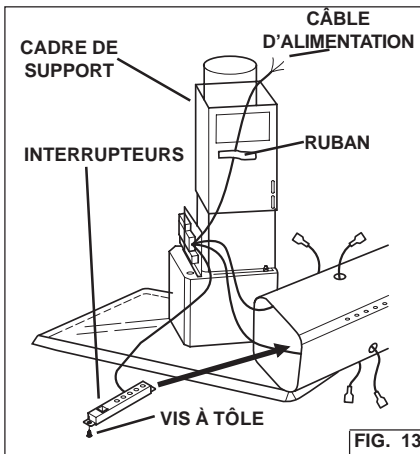

FIG. 13
6. Placez la partie inférieure du carneau décoratif à proximité du panneau du système électrique. Fig.13.
7. Assemblez l'interrupteur aux supports de fixation situés dans le carneau décoratif. Assurez-vous que les boutons de l'interrupteur se trouvent en face des trous du carneau, puis fixez-les au moyen de deux (2) vis à tête (fig. 13).
du carneau décoratif. Faites passer un câble dans chaque trou ovale, puis fermez chaque trou du côté extérieur du carneau (fig. 13).